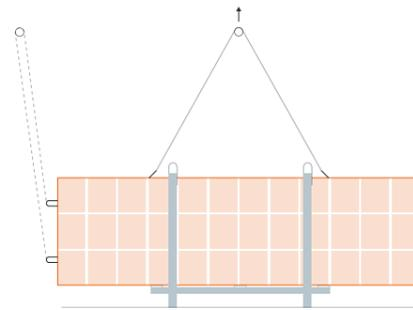

Abb. 10: 2. Gehänge mit Umlenkrolle anhängen und mit 1. Gehänge hochheben.
- Ziegelblende mit 1. Gehänge auf Kantholzunterlagen absetzen, 2. Gehänge mit Umlenkrolle anhängen und mit 1. Gehänge das Element hochheben (Abb. 10, Abb. 17).